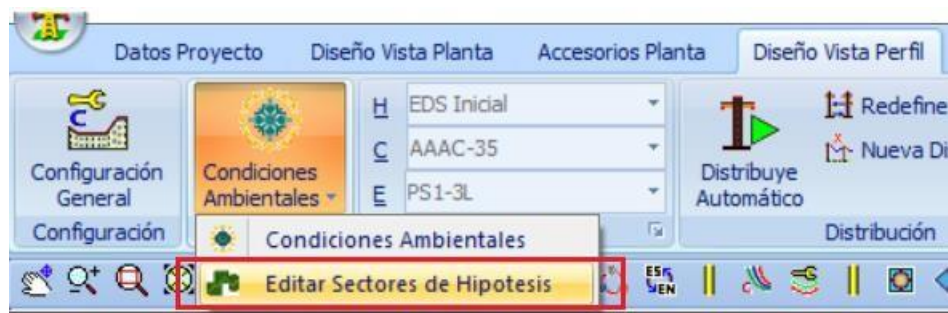

Fig. 7.3
- Utilice el botón <Editar Sectores de Hipótesis> para delimitar las zonas (ver Fig.7.3).